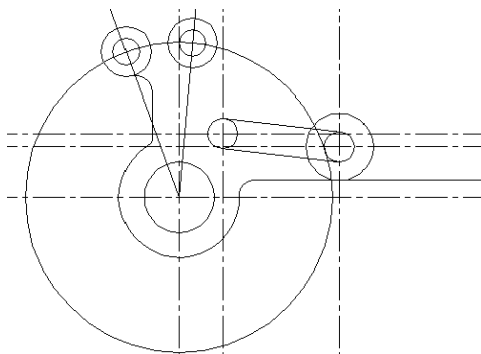

图 6-56
(18)单击【修改】工具栏上的按钮,设置倒角半径为“10”,分别捕捉角增量为“ 110° ”上的半径为“15”的圆和垂直中心线向左偏移“16”的直线作为倒圆角的两边,对其进行倒圆角。如图 6-56 所示: